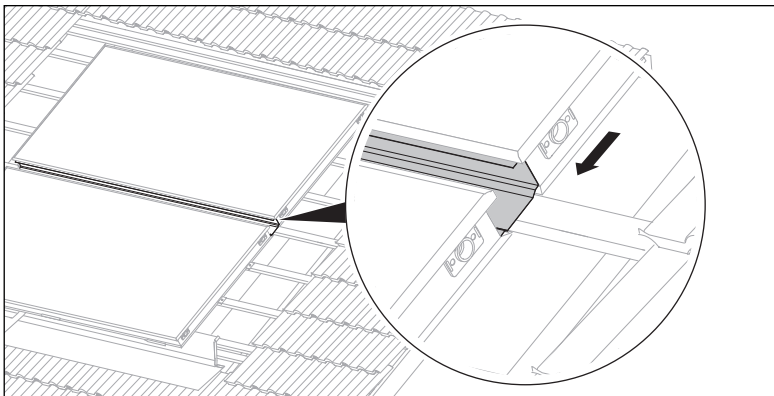

Abb. 5.17 Nächsten Kollektor montieren
- Ordnen Sie den nächsten Kollektor an (→Abb. 5.17)